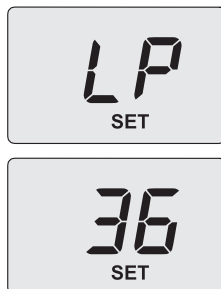

Рисунок 9.17
- На дисплеї з'явиться повідомлення **SET** (налаштовано) (Рисунок 9.17).
- Виберіть параметр **1**, натисніть **14** (Рисунок 9.14) для підтвердження. На дисплеї з'явиться **LP**, що чергується з мінімальною температурою ГВП (Рисунок 9.17).